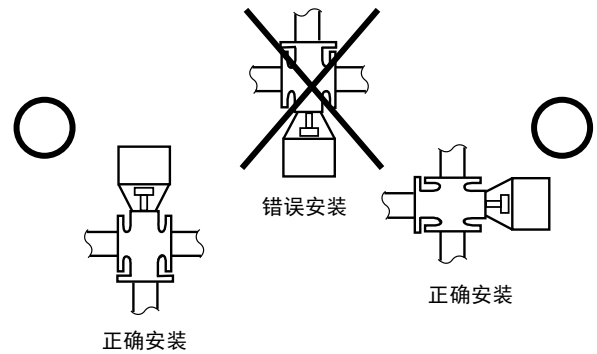

图4 安装方式
- 6) 执行器可在垂直到侧向之间的任何位置安装。安装ACTIVAL时，执行器应位于阀体正上方。(参考图4)但是，在室外时ACTIVAL必须始终在垂直位置安装。